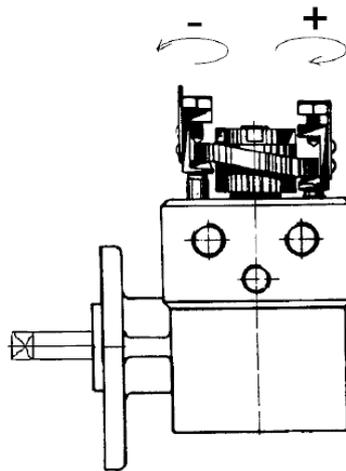

Abbildung 10
- Schraube gegen den Uhrzeigersinn drehen, um die Ölfördermenge zu verringern (siehe Abbildung 10) (dies muss an allen Kolben der Schmierpumpe erfolgen).